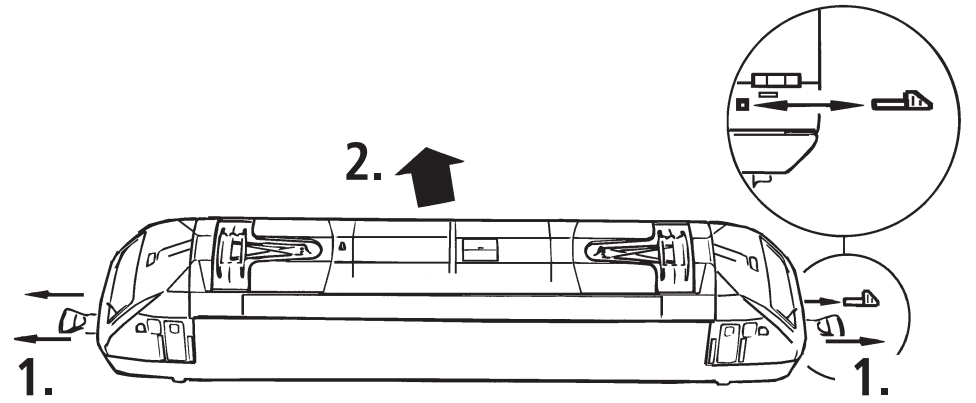

Fig. 5
2. Schmierung: Versehen Sie die im Schmierplan in Fig. 5 gekennzeichneten Stellen mit nur **kleinen Öltropfen**. Dazu zuerst das Lokgehäuse abnehmen (Fig. 4). Für die regelmäßige Schmierung der Radachsen empfiehlt es sich, zuerst mit größter Sorgfalt den Getriebedeckel abzunehmen. Die dafür notwendige Vorgehensweise wird in Fig. 8 grafisch dargestellt. Wir empfehlen den ROCO **Öler Art.-Nr. 10906**. Fürs Schmieren der Getriebeteile (Zahnräder, Schnecke) empfehlen wir das **ROCO-Spezialfett Art.-Nr. 10905**. Im Falle der Schmierung diese Teile **nicht ölen**.
2. Lubrication: Apply **tiny oil drops** to spots marked in fig. 5. Prior to lubrication dismantle locomotive (fig. 4). We recommend using item no. **10906, ROCO oiler**. For lubrication the gearparts (e.g. cogwheels, worm) we should recommend our ROCO **special grease** (item no. **10905**).
2. Graissage: N'appliquez **qu'une toute petite goutte** aux endroits indiqués par le plan de graissage (fig. 5) après avoir démonté la caisse de la locomotive (fig. 4). Nous vous recommandons **le graisseur à huile ROCO réf. 10906**. Pour graisser les engrenages (roues dentées, vis sans fin) nous vous conseillons la **graisse spéciale ROCO réf. 10905** pour engrenages en matières synthétiques. Lorsque vous utilisez cette graisse il faut éviter d'huiler ces composants.